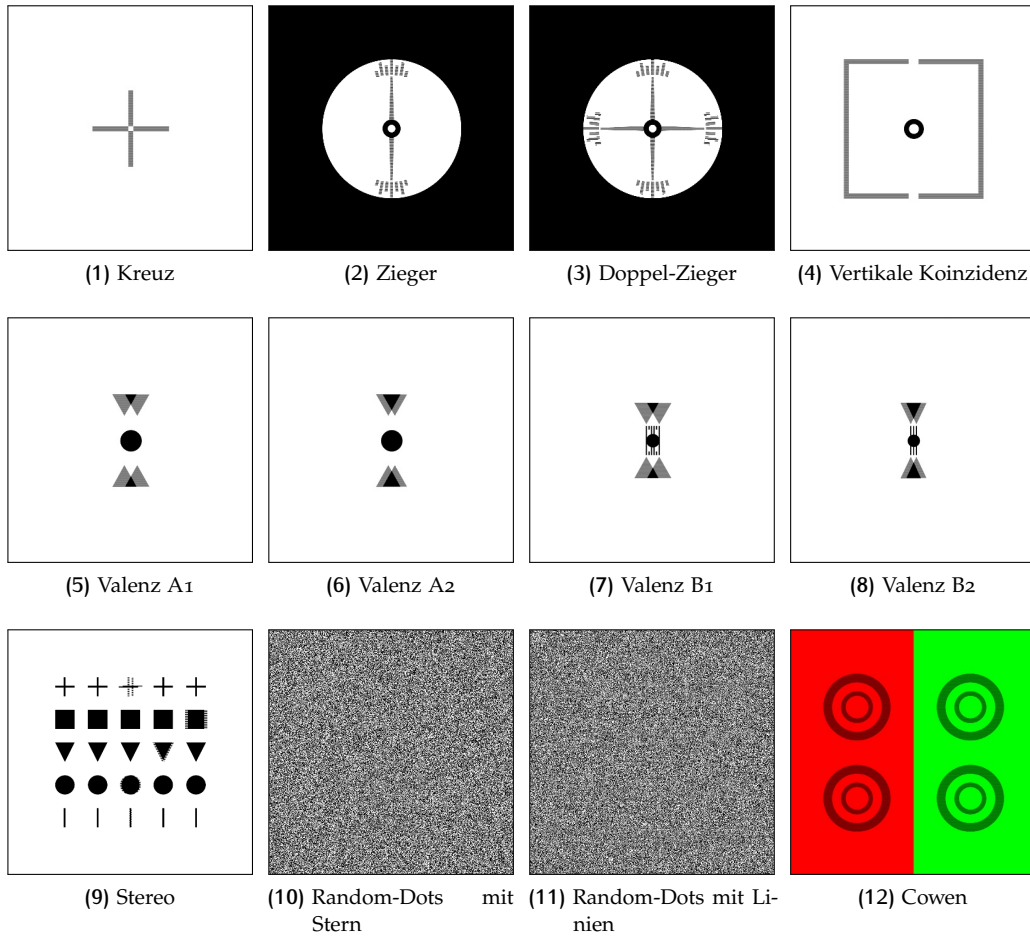

Abbildung 45: MKH-Testsequenz
Dieser Test besteht aus verschiedenen 12 Schritten, die der Untersuchung des binokularen Sehens dienen. Die Schritte sind in Abbildung 45 zu sehen. Die Schritte (1) (Kreuztest), (2) (Zieger-Test), (3) (Doppel-Zieger-Test), (4) (vertikale Koinzidenz) und (12) (Cowen-Test) wurden bereits in Abschnitt 8.2 und Abschnitt 8.3 beschrieben.